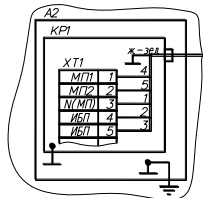

Рис. 1.6
8. При отсутствии А10 (ИБП) подключение УТ/ТРК согласно рис. 1.6.